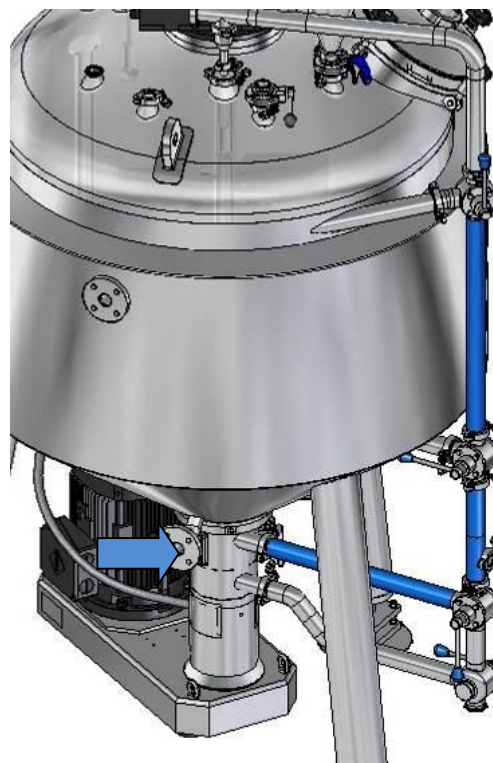

Fig 6.2. Circulación sin cizallamiento superior
- Circulación sin cizalla superior (Fig. 6.2)